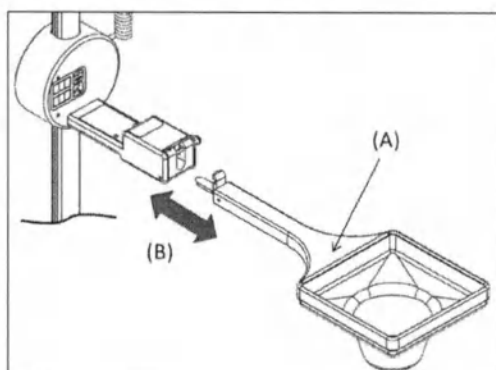
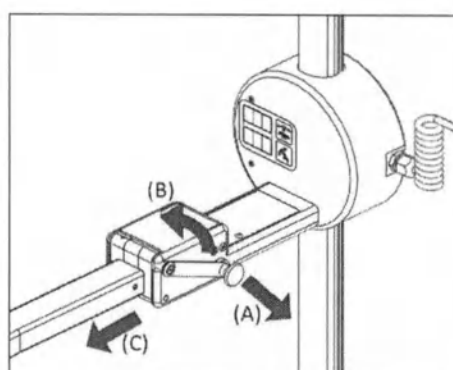

Рисунок 2.14.68
Рисунок 2.14.69
С этой частью изделия функция автоматической парковки недоступна. Для сборки конуса компрессора А (рисунок 2.14.68) просто вставьте держатель в соответствующее гнездо и слегка нажмите В (рисунок 2.14.69), убедившись, что рычаг расположен, как показано на (рисунок 2.14.69). Потяните в противоположном направлении, чтобы снять конус.
- потяните рычаг А на себя (рисунок 2.14.69);
- поверните рычаг В вверх (рисунок 2.14.69);
- выдвиньте конус компрессора С (рисунок 2.14.69).